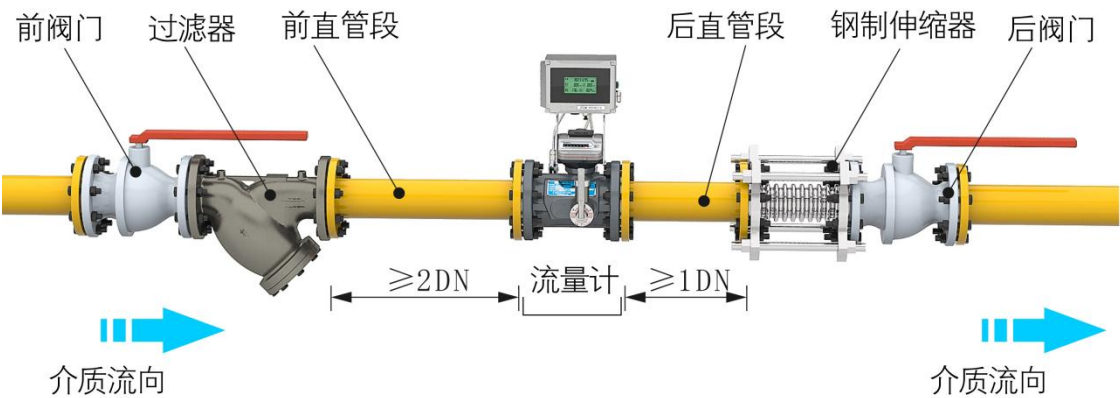

图 5：流量计水平安装示意图
1. 水平安装（见图 5：流量计水平安装示意图）：建议在流量计后直管段后安装钢制伸缩器（补偿仪），伸缩器需符合管道设计的公称通径和公称压力要求；管道设备配置按图 5 所示，建议并联一路作为备用计量管道，便于维修且不影响流体正常运送